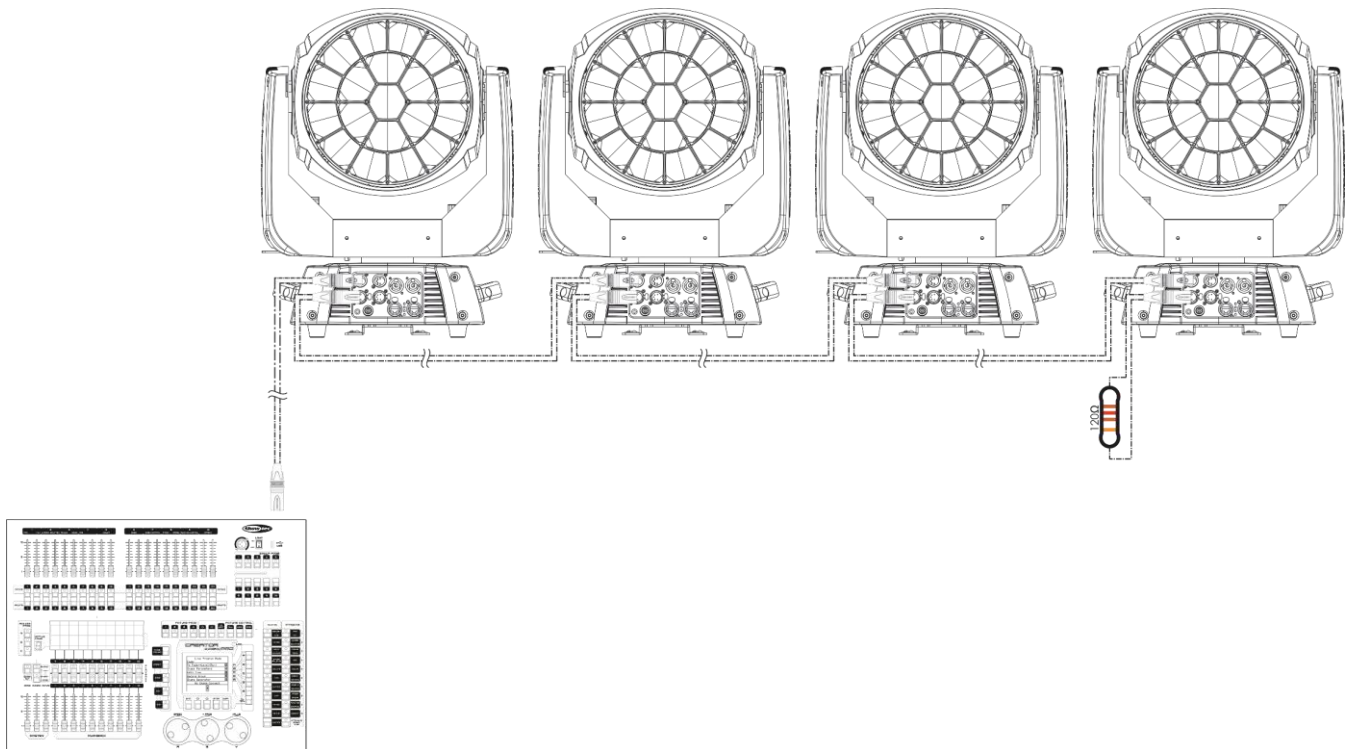

Abb. 06
- 05) Verbinden Sie die Geräte wie in Abb. 06 abgebildet. Verwenden Sie ein DMX-Datenkabel, um den Ausgang (OUT) des ersten Geräts mit dem Eingang (IN) des zweiten Geräts zu verbinden. Wiederholen Sie diesen Vorgang, um das zweite, dritte und vierte Gerät ebenfalls zu verbinden.
- 05) Verbinden Sie die Geräte wie in Abb. 06 abgebildet. Schließen Sie den RJ45-Ausgang des ersten Geräts mit einem CAT5/CAT6-Kabel an den Eingang des zweiten Geräts an. Wiederholen Sie diesen Vorgang, um das zweite, dritte und vierte Gerät ebenfalls zu verbinden.